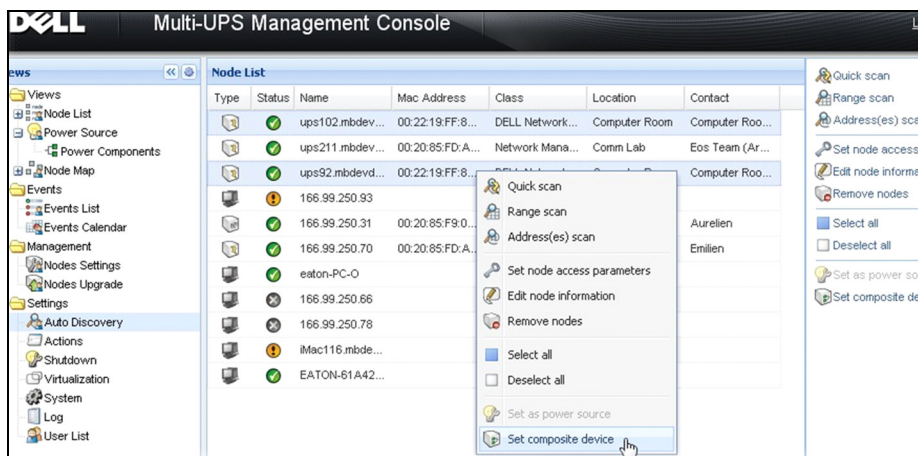

Figura 82. Selezionare Imposta dispositivo composito per nodi
- 3 Fare clic su **Imposta dispositivo composito** (vedere Figura 82).